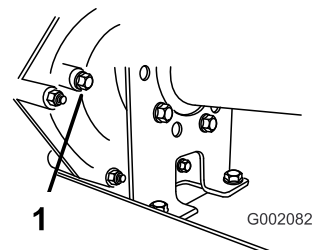

Figura 49
2. Retire o parafuso do orifício indicador do nível (Figura 49).